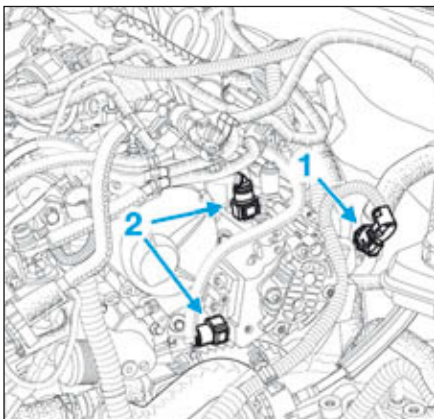

FIG.138
- Débrancher le connecteur électrique (1) (Fig.138) du régulateur sur la pompe haute pression et les tuyaux (2) de carburant sur la pompe haute pression.